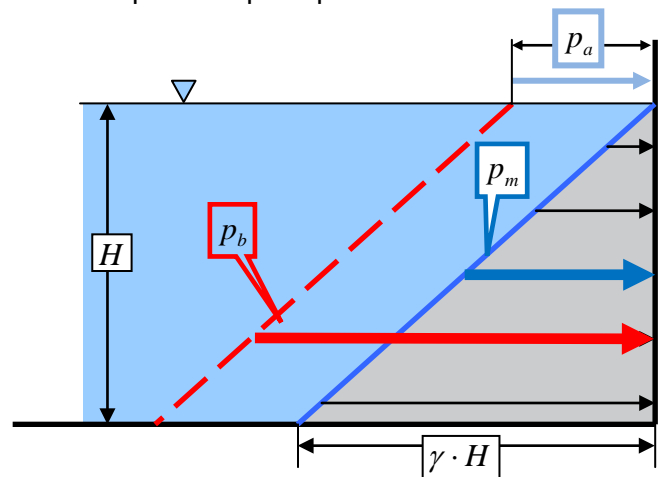

Fig. 1. Diagrama de presiuni pe un perete vertical solicitat pe o singură față (γ -constant).
- presiunea hidrostatică barometrică variază liniar cu adâncimea și are valoarea maximă la baza peretelui vertical (**Fig. 1**):